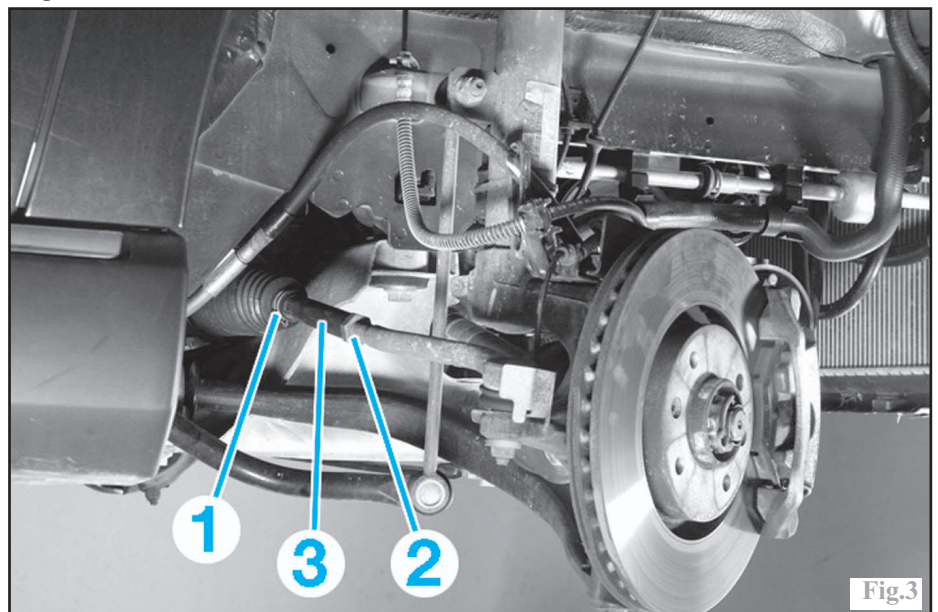

Fig.3
Desserrer les écrous d'embouts de biellettes (2) (Fig.3).